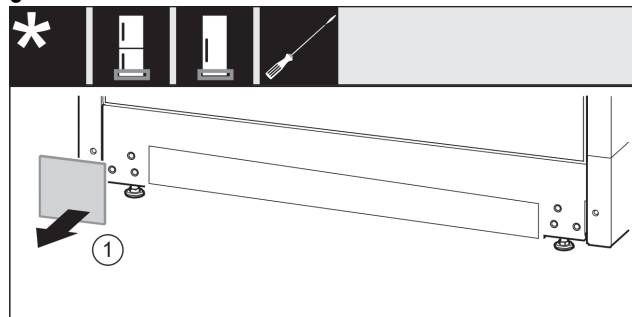

Fig. 17
- Võtke kate Fig. 17 (1) maha.